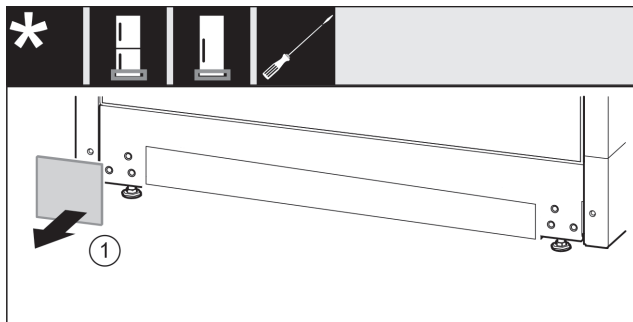

Fig. 14
- ▶ Scoateți capacul Fig. 14 (1).